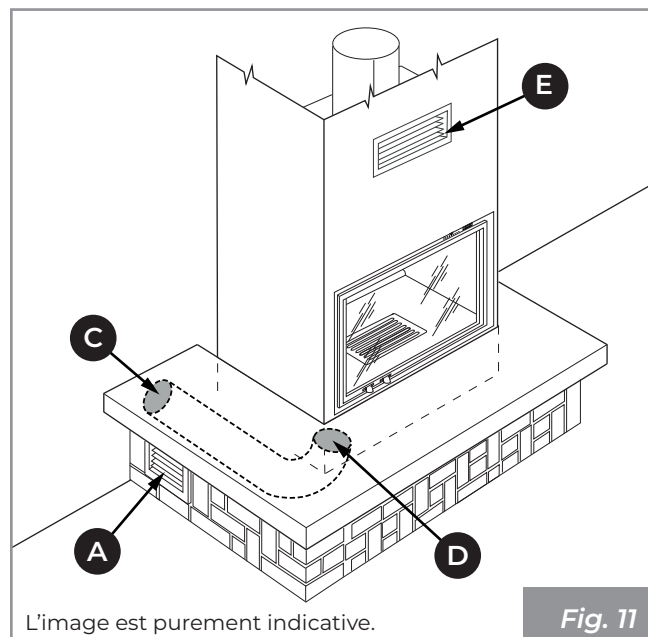

Fig. 11
- **(Fig. 11)** : prise d'air externe (C) canalisée jusqu'au foyer. Grille inférieure (A) fournie pour la circulation de l'air ambiant sur le revêtement ;